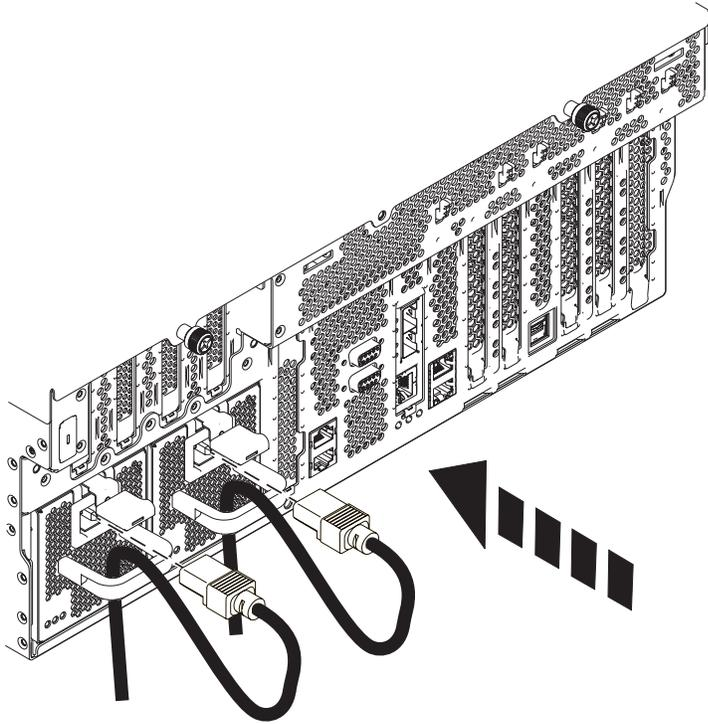

Abbildung 13. Netzkabel anschließen und verkabeln
2. Stellen Sie sich vor die Rückseite der Systemeinheit und führen Sie das Netzkabel des Systems durch die Kabelhalterung (siehe Abb. 13 auf Seite 21).